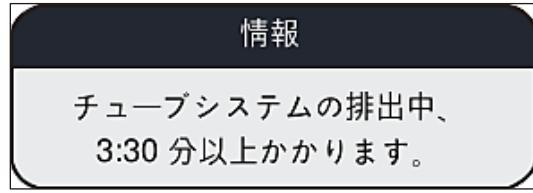

図 107
6. 画面にはオペレーターに作業時間を伝える情報メッセージ (→ 図 107) が表示されます。このメッセージはエアポンプの動作が終わり次第消えます。